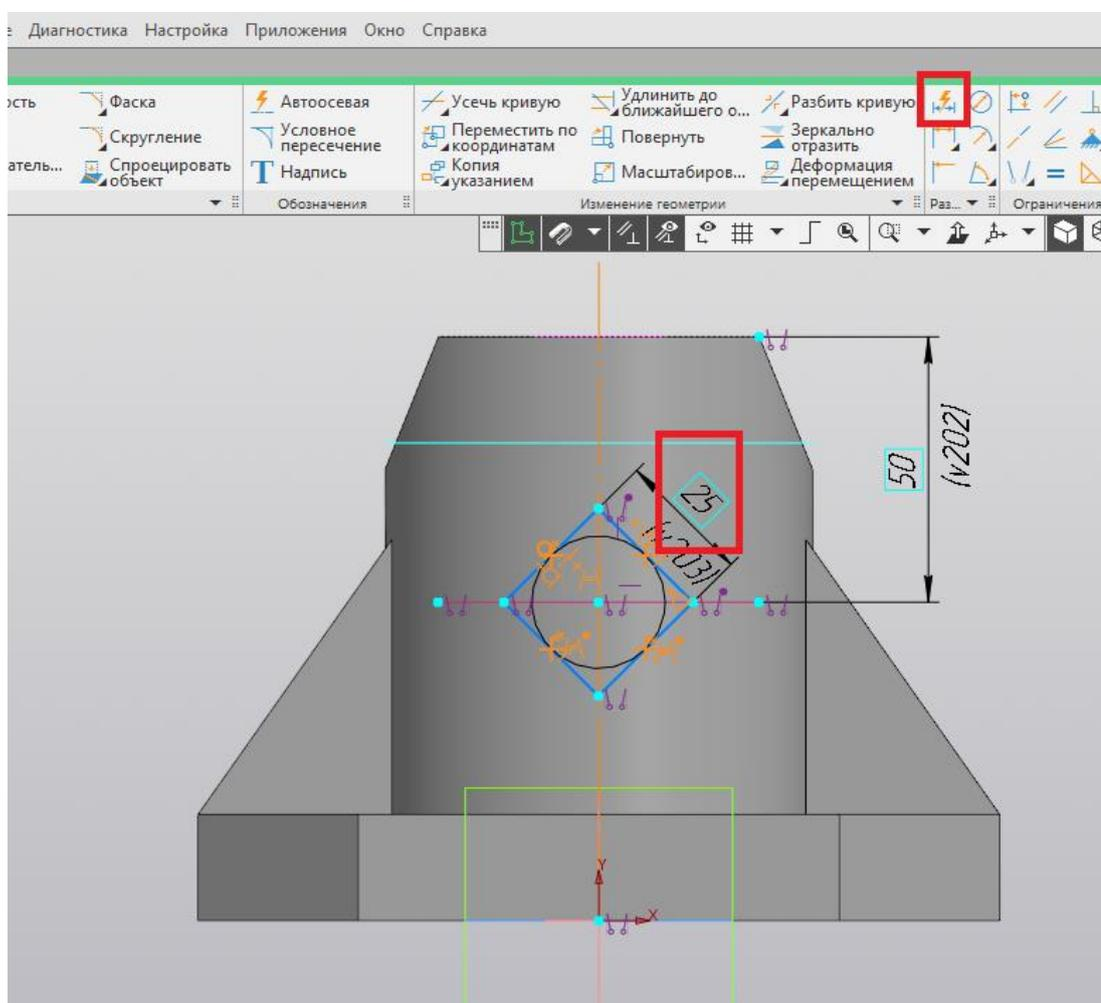

Рис. 43
40. Через команду «Авторазмер» устанавливаем длину стороны квадрата, равной 25 мм. Задаём расстояние от верхней части цилиндра до точки пересечения диагоналей квадрата, равное 50 мм (рис. 43).